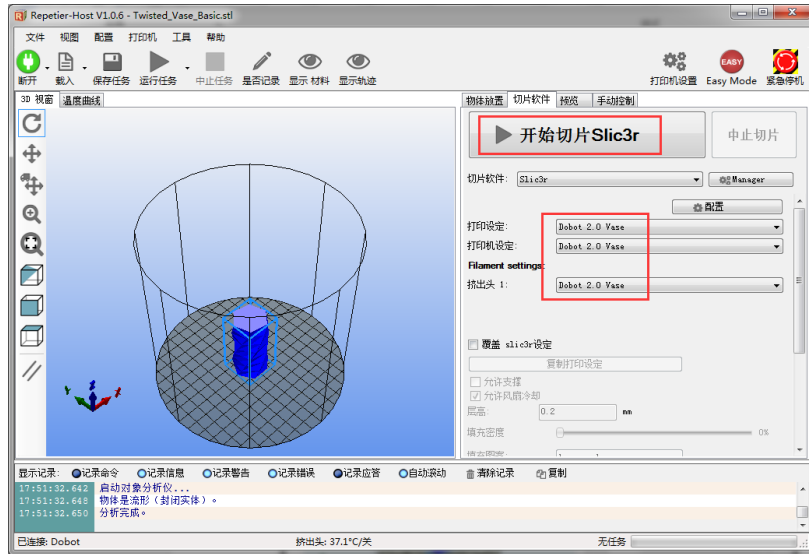

图 5.124 开始切片
4. 在Repetier Host页面右侧的“切片软件”页签单击“开始切片”，即可完成切片，如图 5.124所示。